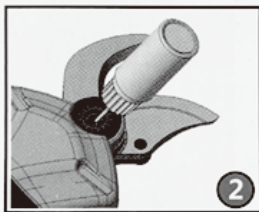

FIG.6
2. Placez la buse de la bouteille d'huile dans l'entrée de lubrification (Fig. 6). Tenez la bouteille d'huile à droite, puis lubrifiez (huile non incluse).